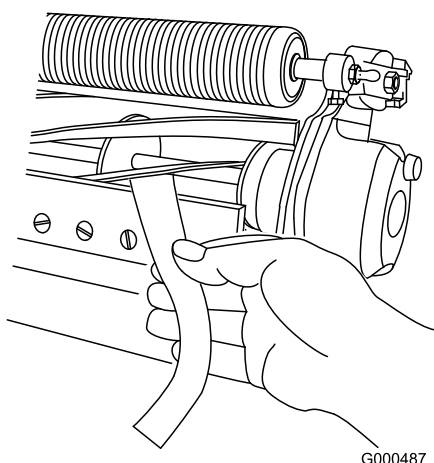

Figura 5
11. Pruebe el rendimiento de corte insertando una tira larga de papel de prueba del rendimiento de corte (Pieza Toro N° 125-5610) entre el molinete y la contracuchilla, perpendicular a la contracuchilla (Figura 5). Gire el molinete lentamente hacia adelante; debe cortar el papel..